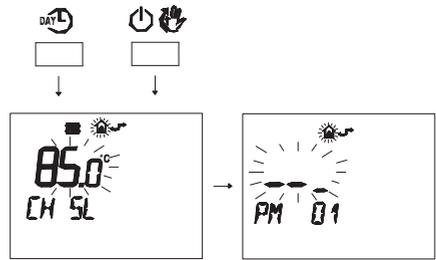

Fig. 5.56
- Premere contemporaneamente i pulsanti DAY e ON/OFF per entrare nella programmazione trasparente (Fig. 5.56).